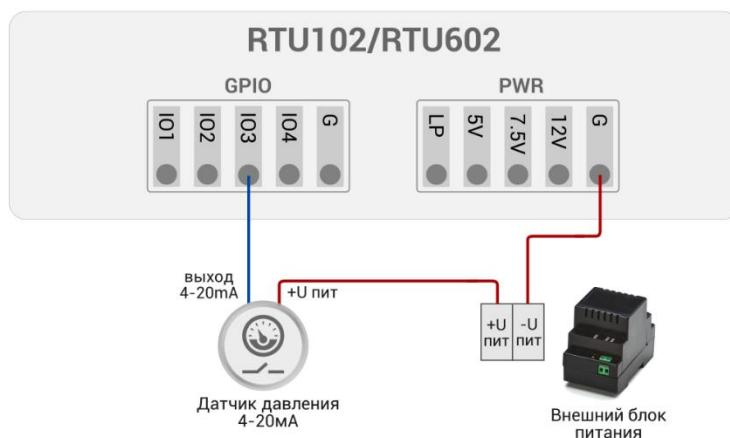

Рис. 12. Подключение токового датчика к УСПД (с питанием от внешнего БП).
- Датчик запитывается от внешнего источника питания. Такая схема используется в том случае, если напряжение питания на выходах УСПД (**7.5V** и **12V**) не соответствует тому напряжению, которое необходимо подавать на датчик. В этом случае подключение датчика происходит по схеме на Рис. 12. Выход 4-20mA датчика соединяется с любым из входов **IO1-IO4** УСПД, контакт **+Uпит** датчика подключается к **+Uпит** блока питания, а **-Uпит** датчика соединяется с любым контактом **G** УСПД.